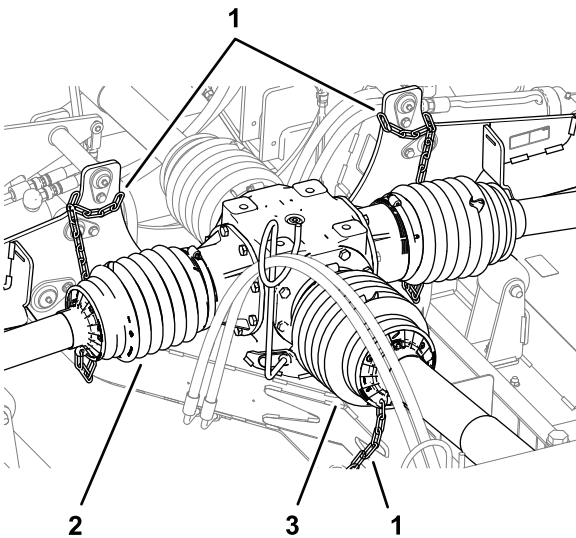

**Figura 13**
5. Verifique se a corrente de retenção está instalada entre o resguardo do eixo da tomada de força dianteiro e a peça fixa no veículo de reboque (Figura 13).